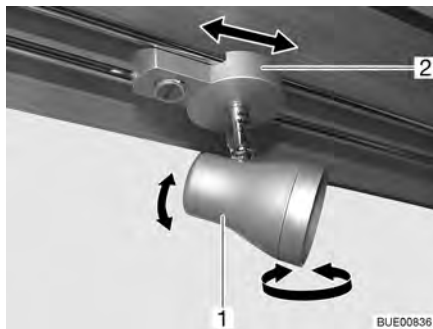

Bild 49 Spotlight
*Vrida:* ■ Ta tag i huset (Bild 49,1) och vrid.
- Ta tag i hållaren (Bild 49,2).